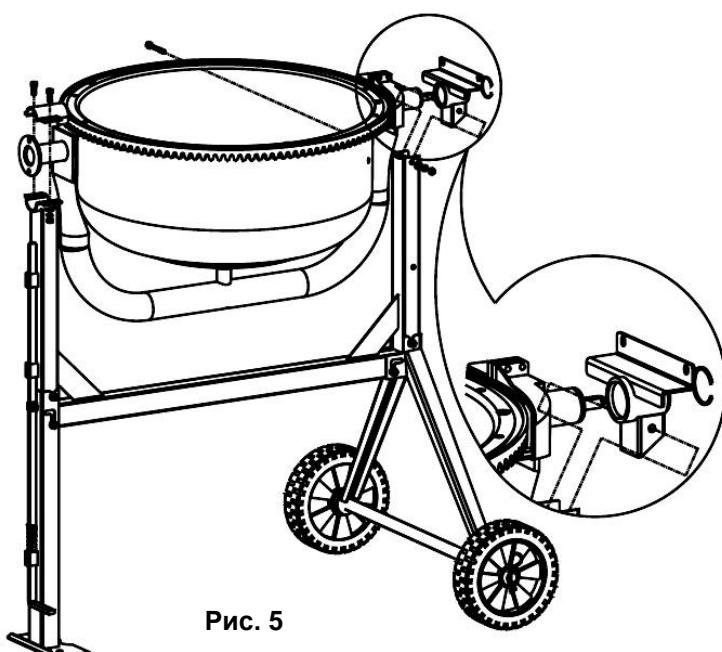

Рис. 5
- Установите опорную дугу вращения барабана на балку рамы. Зафиксируйте ее положение винтами M8x65 (См. Рис.5).
- Осторожно поместите нижний барабан (12)(См. Рис.1) на стойку, так чтобы подшипники попали в соответствующие пазы (См. Рис.5).